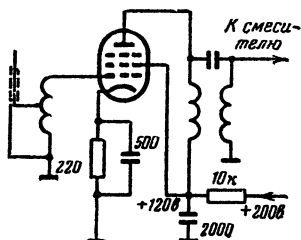

Рис. 69. Схема усилителя высокой частоты на пентоде.
**Л.** — Тут могут быть и варианты, например, в случае питания анода и экранирующей сетки лампы от одной развязывающей цепи (рис. 69).